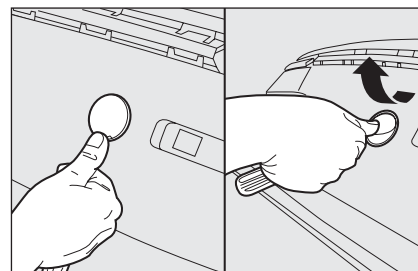

fig. 47
- ☐ apoye el pulgar de su mano en el tapón para no dañarlo **fig. 47**;
- ☐ saque el tapón (sin girarlo) efectuando un movimiento perpendicular a la superficie de apoyo **fig. 47**.